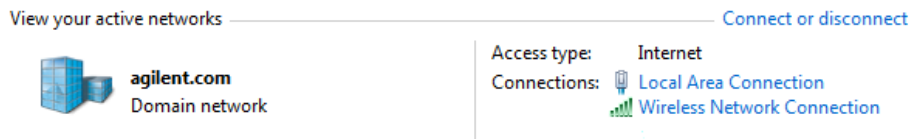

Figure 13 Centre de réseau et de partage – Affichez vos réseaux actifs
- b En dessous de **Réseau et Internet**, Cliquez sur **Afficher l'état du réseau et les tâches** (Figure 13).
La fenêtre Centre réseau et partage s'ouvre et affiche vos connexions réseau actives (Figure 13). Notez que l'apparence de l'écran du centre Réseau et partage peut être légèrement différente de celle reproduite sur la Figure 13 selon la configuration actuelle de votre réseau.